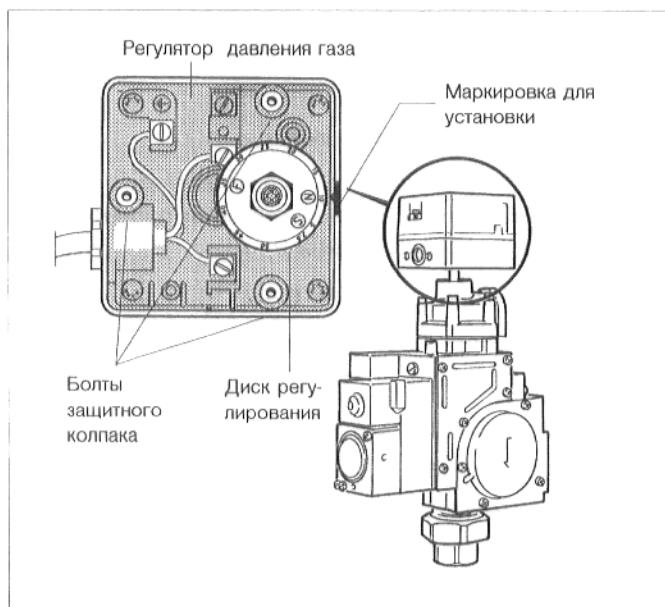

Рис. 29. Регулятор давления газа у "Honeywell" VR4905
- Произвести демонтаж защитного колпака регулятора давления газа, ослабив три болта (рис. 29).
N = природный газ, F = сжиженный газ, S* = бытовой газ (рис. 29)